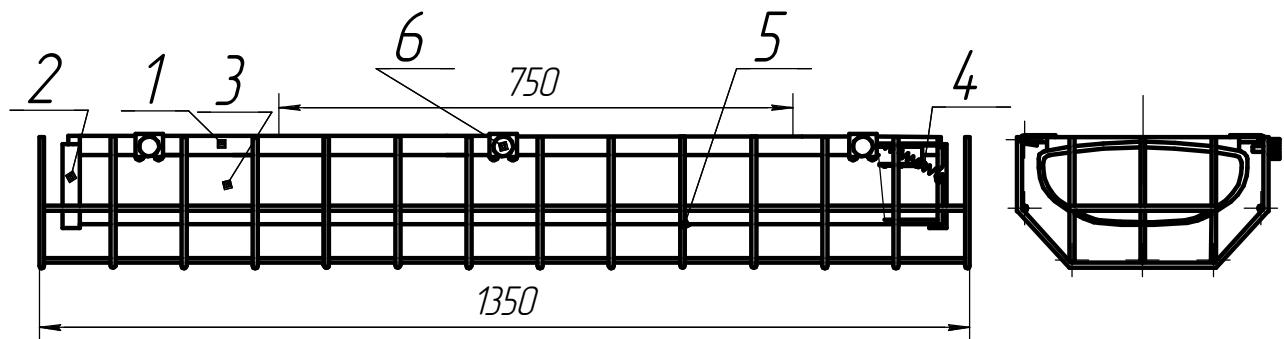

Рисунок. 1 1.Корпус в сборе, 2.Крышка, 3.Рассеиватель, 4.Пружина,
4.2 Светильники в соответствии с рис.1 состоят из решетки поз.5, которая крепится к корпусу при помощи винтов специальных поз.6, корпуса поз.1.в котором размещена электрическая схема и светодиодные источники света, двух торцевых крышек поз.2., которые крепятся к корпусу с помощью пружин поз.4 и рассеивателя из опалового или прозрачного поликарбоната поз.3